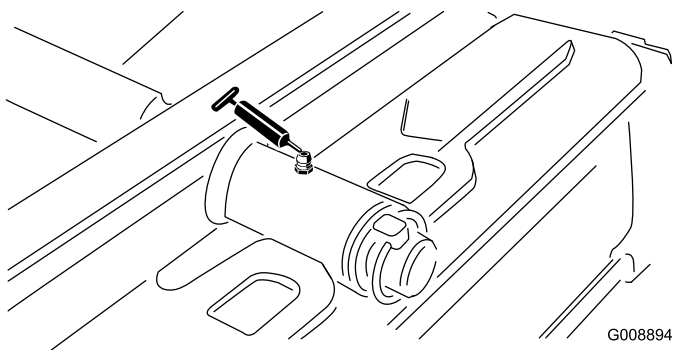

Figura 57
- Pivote de la unidad de corte trasera (Figura 57)